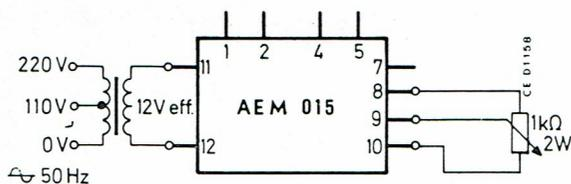

Fig. 13 — Commande de phase manuelle
2. Commande de phase manuelle ou automatique — figures 13 et 14.